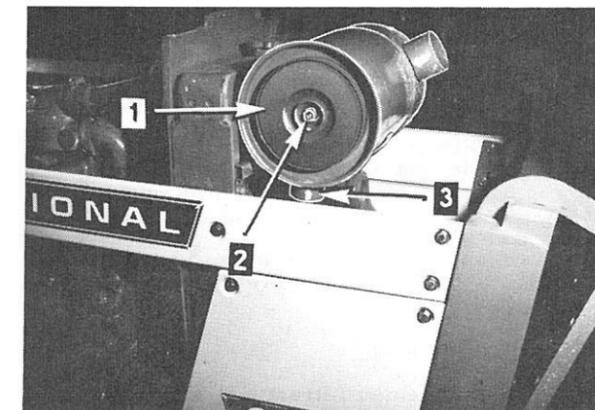

Fig. 54
Il y a lieu de remplacer l'élément filtrant (1) Fig. 54 et 55, lorsque :